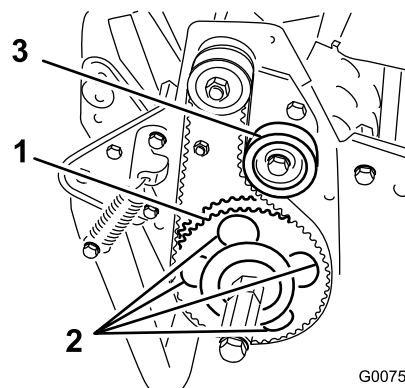

Figura 44
7. Ruotate la puleggia condotta finché i fori non sono allineati con le 4 viti a testa flangiata del cuscinetto a rulli (Figura 44).
11. Regolate la tensione della cinghia e serrate la vite di montaggio della puleggia tendicinghia (Figura 44).